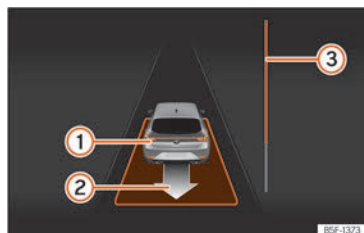

Fig. 202 En la pantalla del cuadro de instrumentos: desaparcar de un hueco en línea.
- Retroceda hasta que suene la señal continua del ParkPilot; **O BIEN**: dé marcha atrás hasta que en la pantalla del cuadro de instrumentos aparezca la indicación de dar marcha adelante. La barra de progreso **»»** **fig. 202** **③** indica la distancia que hay que recorrer **»»** **pág. 310**.